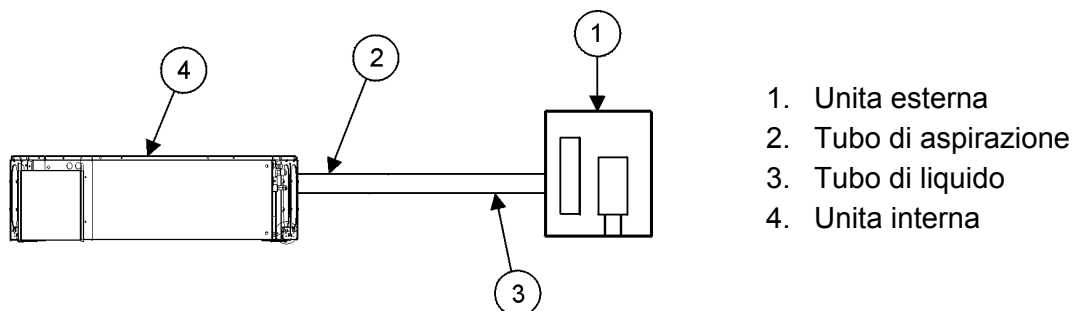

Fig. 22. Le unità interna ed esterna sono collocate alla stessa altezza
- Le unita interna ed esterna sono collocate alla stessa altezza (vedi Fig. 22). Non c'e` bisogno di trappole d'olio in questo tipo di installazione. Occorre riferirsi alle istruzioni specificate nel paragrafo precedente.